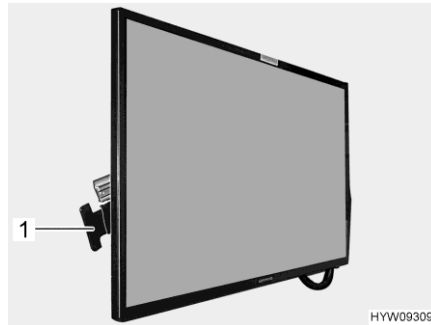

Bild 96 Platt bildskärm
- Tryck handtaget (Bild 96,1) i riktning mot den platta bildskärmen och håll det nedtryckt. Den platta bildskärmen är upplåst.